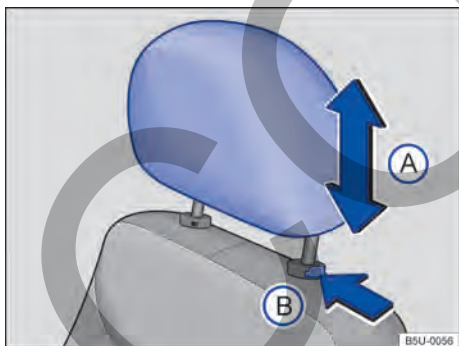

Fig. 66 Apoyacabezas delantero: desinstalar.
- Presionar la tecla → fig. 66 (B) en el sentido de la flecha. Retire el apoyacabezas mientras presiona la tecla.
- Empuje el apoyacabezas totalmente hacia abajo con la tecla → fig. 66 (B) presionada.